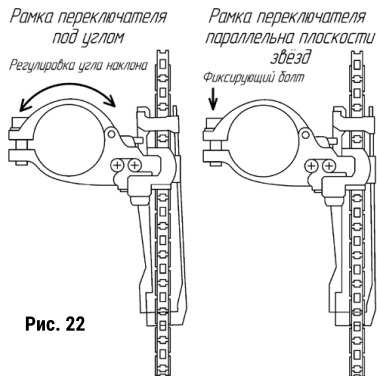

Рис. 22
1. Установите передний переключатель скоростей на подседельной трубе так, чтобы рамка переключателя была параллельна плоскости звёзд (рис. 22).